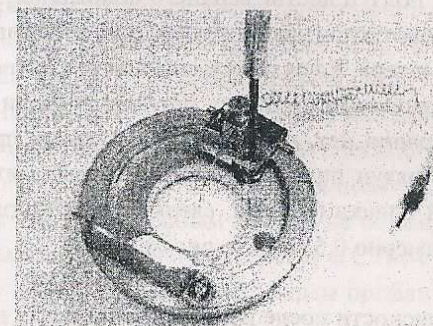

Рис.4. Винт каретки СТМ-зонда на СТМ-столике, до установки его в микроскоп
- ввиду опасности воткнуться в образец СТМ-зондом приподнимите его кареткой СТМ-зонда выкручиванием винта каретки (рис.4) на 2-3 оборота от предыдущего состояния;